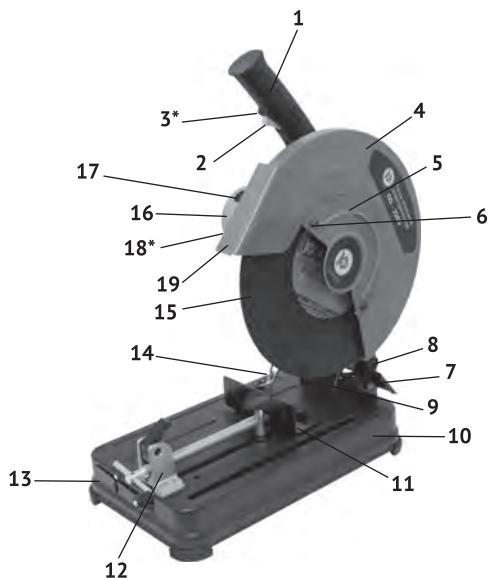

рис.1
1.6 Общий вид пилы представлен на рис.1
1.7 Металлический корпус двигателя (рис.1 поз.16) выполнен заодно с суппортом вертикального перемещения и закреплён на оси (рис.1 поз.8) кронштейна рабочего стола. К корпусу двигателя крепится металлический редуктор и кожух защитный диска. Сверху на корпусе двигателя закреплена пластиковая рукоятка (рис.1 поз.1) с выключателем. Все перечисленные узлы составляют головку режущую, которая при нажатии на рукоятку сверху, перемещается вокруг оси (рис.1 поз.8) и осуществляет вертикальный рез заготовки, закреплённой на рабочем столе. Перемещение головки режущей вверх обеспечивается возвратной пружиной (рис.1 поз.9) на поворотной оси (рис.1 поз.8). Заготовка крепится на рабочем столе между пластинами: упора (рис.1 поз.11) и тисков (рис.1 поз.12). Упор может быть повёрнут: вправо от 0 (в плоскости диска) до 15° или влево от 0 до 45°.
1.8 Клавиша выключателя (рис.1 поз.2) расположена в нижней части рукоятки (рис.1 поз.1). Включение пилы осуществляется нажатием на клавишу выключателя. Для фиксации клавиши в рабочем положении, удерживая клавишу,
нажать на кнопку (рис.1 поз.3). При повторном нажатии на клавишу выключателя, она и кнопка фиксации (с характерным щелчком) возвратится в исходное положение – «выключено». На защитном кожухе (рис.1 поз.4) стрелкой указано направление вращения диска.
- перемещение без усилия подвижной части (рис.1 поз.19) защитного кожуха;
- открутить винт барашек (рис.1 поз.6);
- повернуть крышку кожуха (рис.1 поз.5) вверх, обеспечив доступ к болту крепления диска;
- зафиксировать шпиндель, нажав на рычаг стопора фланца опорного (рис.1 поз.18);
- открутить накидным ключом (рис.1 поз.13) болт крепления диска (вращением против часовой стрелки), снять шайбы и прижимной фланец со шпинделя
- снять (при замене) со шпинделя использованный отрезной диск (рис.1 поз.15);
- повернуть на место и закрепить винтом-барашком крышку кожуха (рис.1 поз.5);
3.3 Для замены щёток необходимо открутить крышки щёткодержателей (рис.1 поз.17). Вынуть старые щётки из щёткодержателей и заменить их новыми. Щётки следует заменять парой для обеспечения равной степени их давления на коллектор якоря.